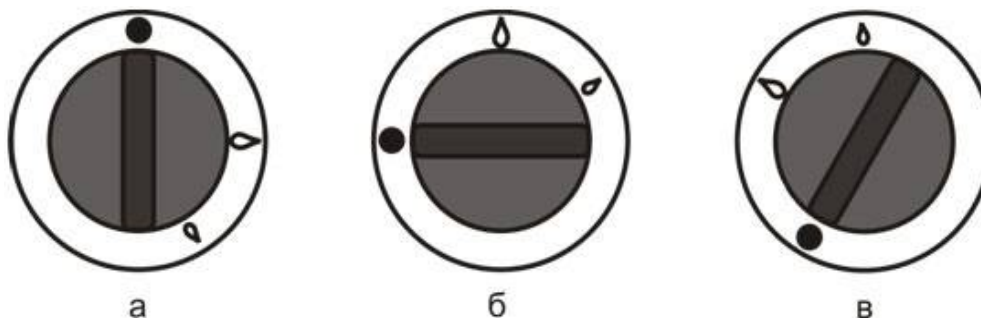

Рис. 2. Соответствие положения ручки крана режиму работы горелки
- Убедитесь в том, что ручки кранов находятся в положении, соответствующем закрытому состоянию крана (рис. 2а). Если краны находятся в открытом состоянии, переведите их в закрытое состояние, слегка нажав на ручку крана и повернув ее по ходу часовой стрелки до упора.
- После окончания работы с плитой необходимо перевести все ручки кранов в закрытое состояние (рис. 2а) и закрыть кран газопровода.
- В исходном состоянии ручка крана находится в положении, соответствующем закрытому состоянию крана (рис.2а).
- Нажав на ручку крана до упора и, удерживая её в нажатом состоянии, поверните её против хода часовой стрелки в положение «малое пламя» (см. рис.2в). Через 3 - 5 секунд (при **первом пуске плиты**, а также после каждой **замены баллона СУГ** – через **60 секунд**) поднесите источник огня к горелке. Если горелка не зажглась, **отпустите ручку крана**, и, при повторном нажатии на нее, вновь поднесите источник огня к горелке. После появления пламени горелки, удерживайте ручку крана в нажатом состоянии в течение 10-15 секунд, до срабатывания предохранительного клапана. Отпустите ручку управления и убедитесь, что горелка горит. Если горелка погасла, следует повторить процедуру розжига.
- При повороте ручки крана (с легким нажимом на нее) по часовой стрелке – кран переходит в режим «максимальное пламя» (см. рис. 2б).
- При повороте ручки по ходу часовой стрелки в положение «кран закрыт» (см. рис. 2а) – горелка гаснет.
- Включите горелку и переведите ручку крана в режим «малого пламени» (рис.2в).